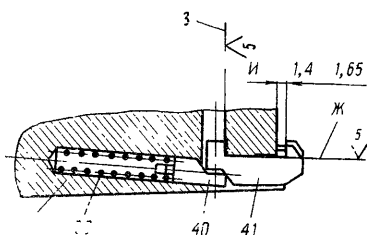

Рис. 45. Подгонка выбрасывателя:
8.3. Проверить расстояние от зацепа выбрасывателя до дна чашечки затвора калибром К-1 (приложение 1), размер *И* на рис. 45, расстояние должно быть 1,4—1,65 мм.
8.4. При большем расстоянии подобрать новый выбрасыватель, при меньшем расстоянии — опилить цапфу выбрасывателя по рис. 45.
8.7. Если патрон выпадает, то опилить плоскость Ж выбрасывателя по рис. 45 и 44 до получения надежного удержания выбрасывателем учебного патрона.